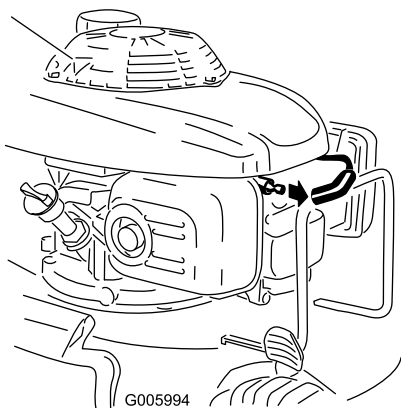

Figura 36
2. Staccate il cappellotto dalla candela (Figura 36) prima di eseguire interventi di manutenzione.
2. Scollegate il cappellotto dalla candela (Figura 36).